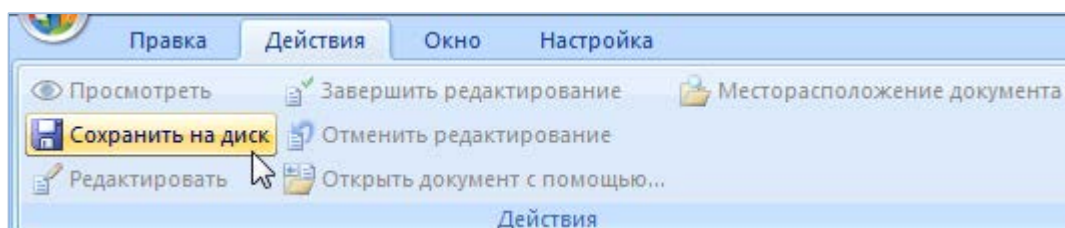

Рис. 8-19 – Кнопка «Сохранить на диск»
- 3) Нажать кнопку «Сохранить на диск»  панели «Действие» (рис. 8-19).